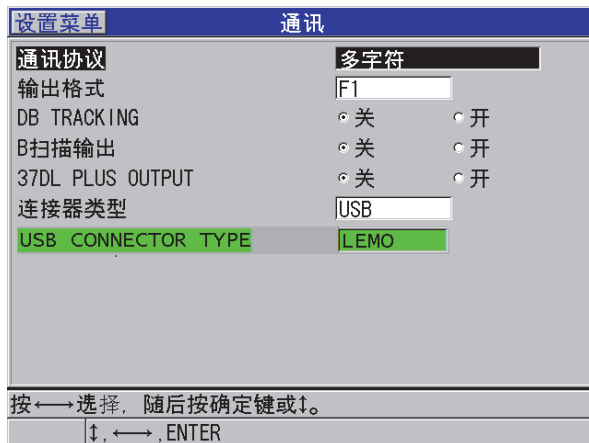

图 14-1 选择 USB 和连接器类型
6. 在**通讯**屏幕中，将**连接器类型**设为 **USB**（参见第 246 页的图 14-1）。